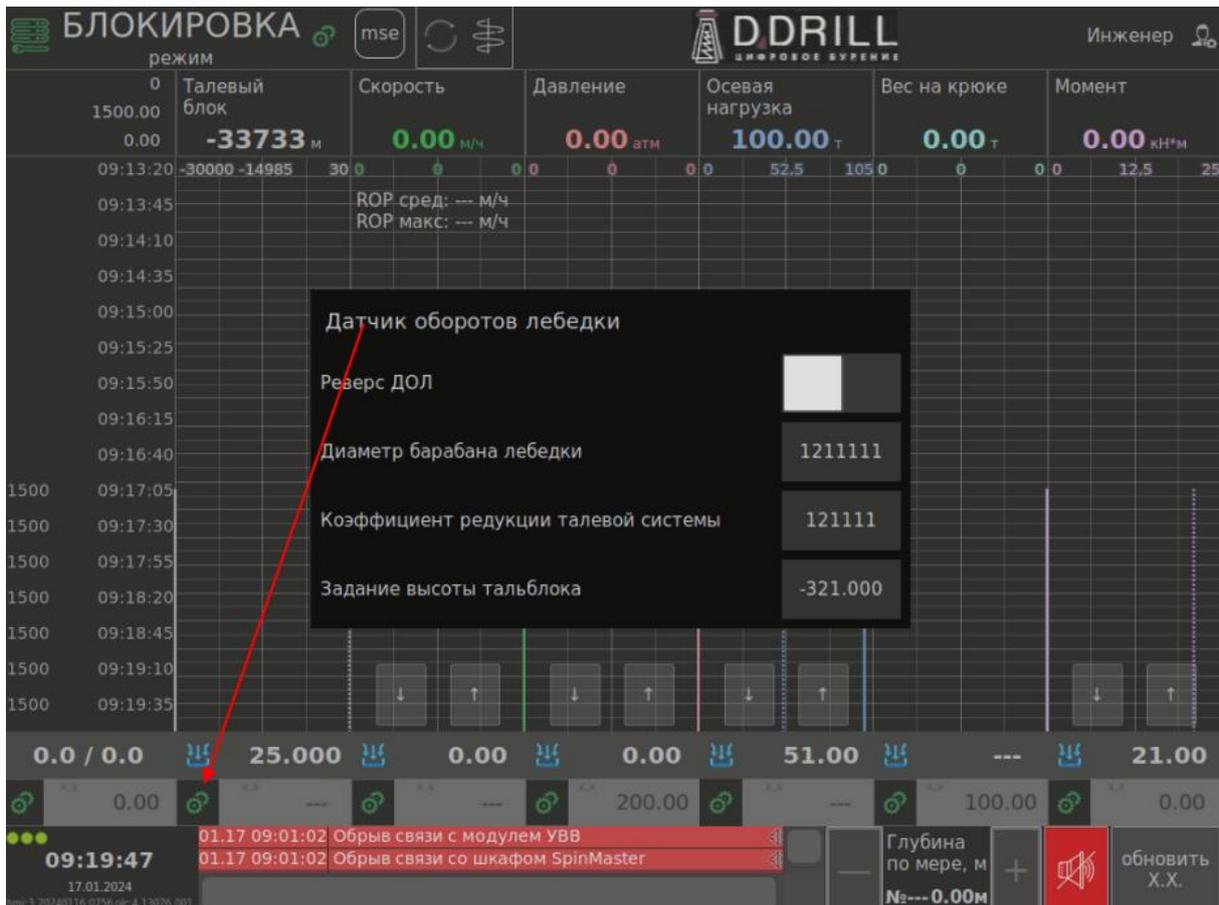

Рис.9
1. Для настройки высоты талевого блока нажмите на изображение шестерни, указанной на рисунке Рис.9.